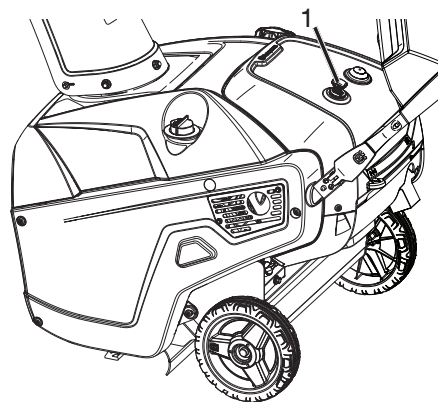

Figure 17
1. Pour arrêter le moteur, retirer la clé (Figure 17).